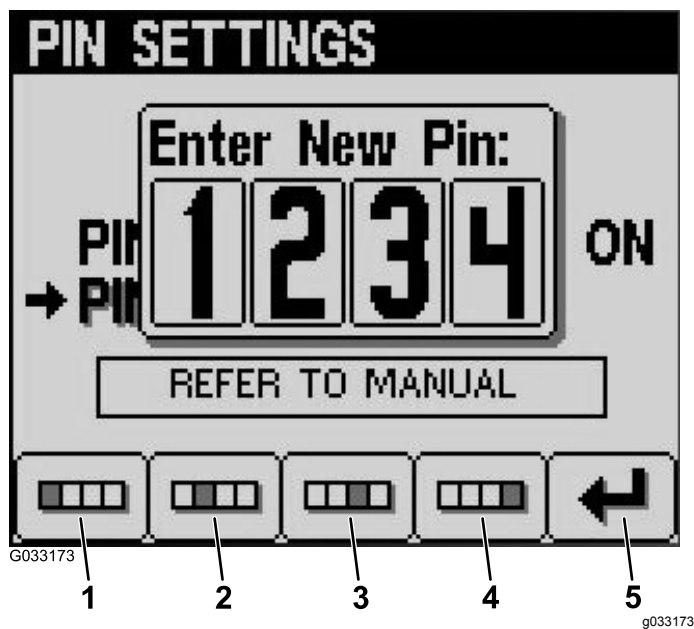

Figure 25
7. Saisissez le nouveau code PIN en utilisant les boutons 1 à 4 puis en appuyant sur le bouton n° 5 pour confirmer (Figure 25).